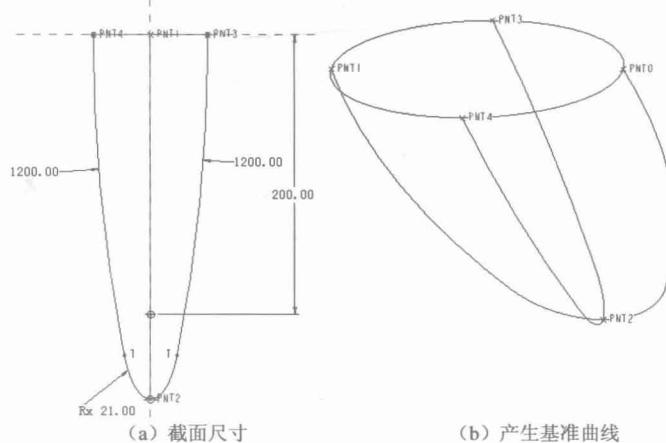

图1-35
5. 选择 RIGHT 基准面绘制如图 1-35 (b) 所示基准曲线，截面尺寸如图 1-35 (a) 所示。